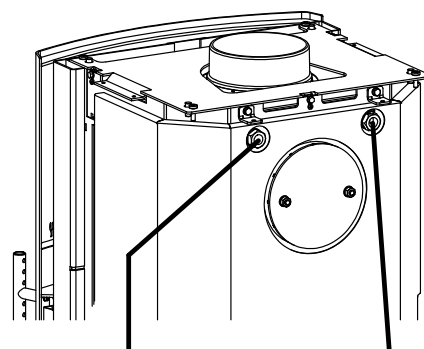

Fig. 3 Fühlertasche für TAS
- Den Temperaturfühler vom „Temperatur-Differenz-Controller“ in die rechte Fühlertasche des Kaminofens einschieben und mit der Gewindeschraube sichern (Fig. 3).